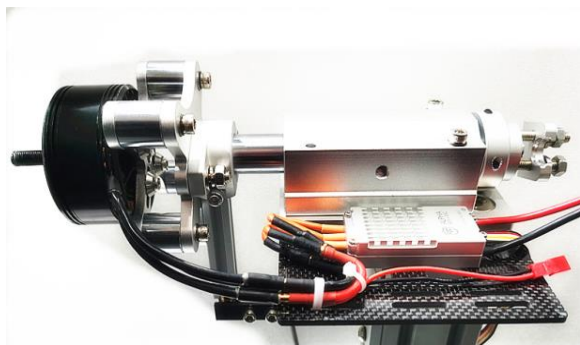
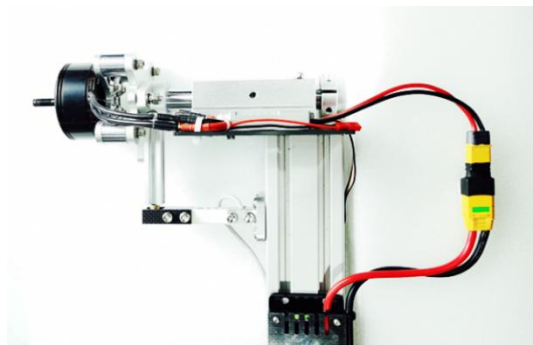

图2.2.1 电调固定在电调安装板上
图2.2.2 电调电源插头链接
(1) 将电调固定在电调安装板上，将转速传感器连接线连接在电调与电机之间，将电调电源插头插在测试台的测功盒出口位置，如图2.2.1和图2.2.2所示：